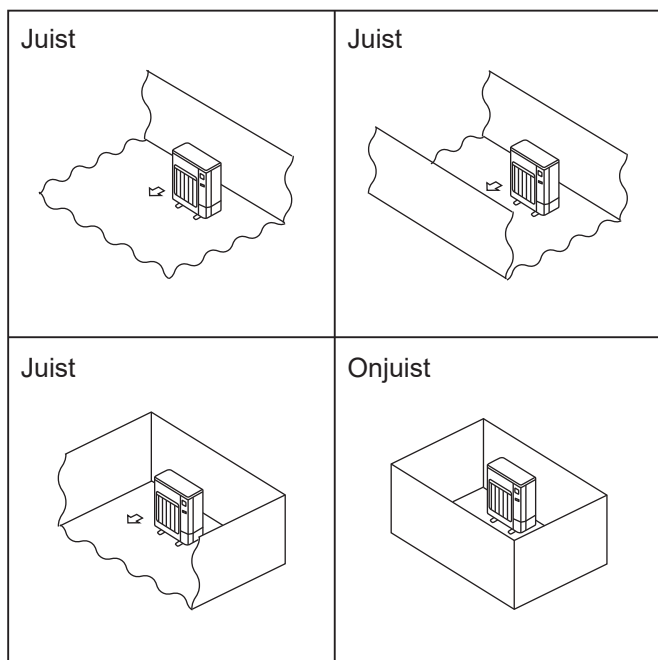

Fig. 2-2
- Ⓢ Installeer buitenapparaten op een plaats met minimaal een van de vier zijden open en in een ruimte zonder verlagings die voldoende groot is. (Fig. 2-2)